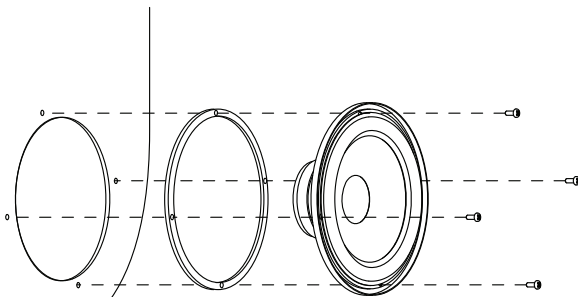

Figure 1
1. De nombreux véhicules ont déjà des emplacements d'usine (Figure 1) pour la fonctionnalité "DROP IN" de la ligne coaxial SX. Si aucun des emplacements existants n'est disponible ou s'ils ne sont pas utilisés, vérifier l'emplacement désiré pour la découpe adéquate et des obstacles en profondeur. Assurez-vous de laisser suffisamment de dégagement pour les pistes de la fenêtre, les ferrures structurales, l'amortisseur arrière, etc
Phoenix Gold a fourni un joint statique de montage en mousse. Lors de l'installation de vos nouveaux haut-parleurs coaxiaux dans une usine, assurez-vous d'utiliser les joints statiques de montage en mousse comme le montre la figure 1. Pour les haut-parleurs montés à l'envers, placez le joint en mousse en face du haut-parleur. Ceci assurera un joint étanche à l'air pour vos haut-parleurs SX.